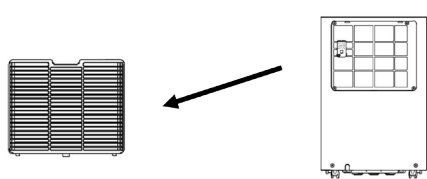

Fig. 1
1. Retirez le filtre en le dégageant de son siège (Fig. 1).